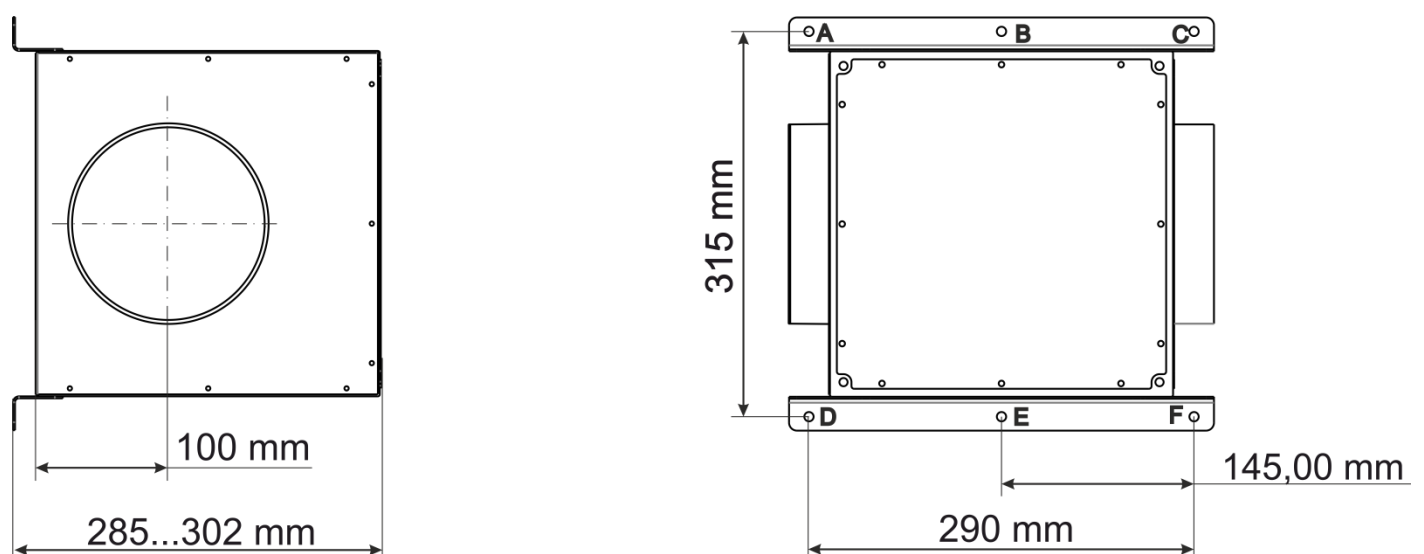

Fig. 2
6.4 Marquez les trous de montage des supports sur le site d'installation. Pour ce faire, créez un gabarit en papier avec les coordonnées de 6 trous (points A, B, C, D, E, F). Appliquez le gabarit à l'emplacement souhaité et mettez-le à niveau (Fig. 2).
6.5 Marquez et percez dans les points A, B, C, D, E, F 6 trous (Fig. 2).